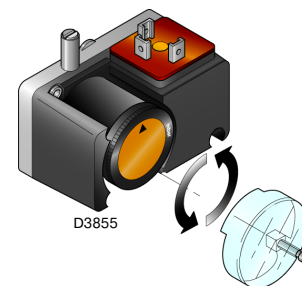

Рис. 26
- Отрегулировать реле давления для проверки герметичности (Комплект PVP) (Рис. 26), если имеется, в соответствии с инструкциями Комплекта.